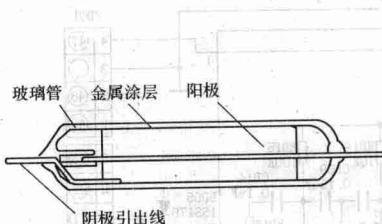
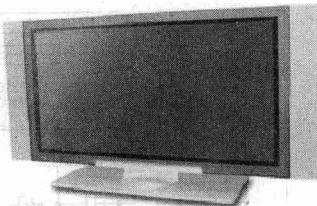

图 1-11 离子管
图 1-12 等离子显示器
(2) 离子管是电子管的“兄弟”。离子管的结构如图 1-11 所示。等离子显示器就是离子管的应用，如图 1-12 所示。